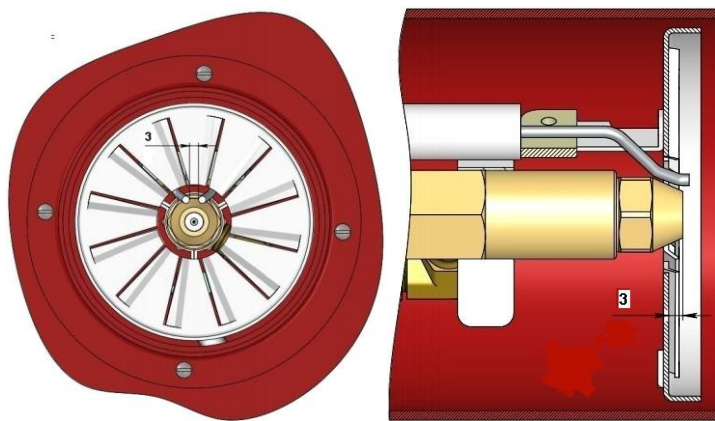

Рис. 17.
9. Проверка правильности установки шайбы подпорной относительно форсунки; электродов относительно шайбы подпорной и форсунки (Рис. 17).